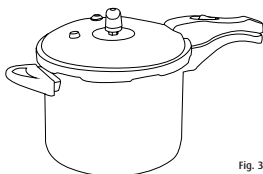

Fig. 3
- a. Menos de 1/4 de la altura de la olla para alimentos que aumentan su volumen, tales como frijol, etc. (Fig. 3).